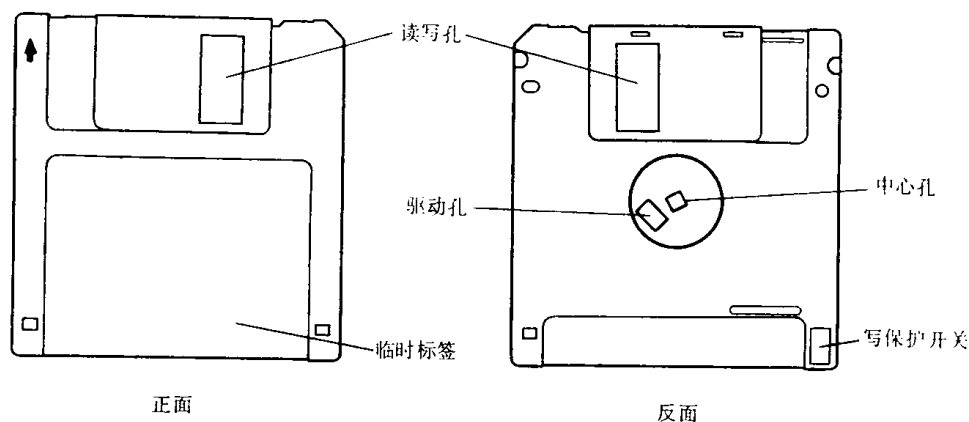

图 1-3 3.5in 软盘片外形图
3. 5in 软盘片外形如图 1-3 所示。从图上可以看出,它与 5. 25in 软盘片有些不同,除存储密度比 5. 25in 高之外,在外形上也有很大改进。一是尺寸减小,二是保护外套加厚和牢固,所以整个厚度比 5. 25in 的厚了许多,三是写保护改为开关式的,使用更加方便,当开关合上时为读,当开关打开时(孔开口)为写保护,正好与 5. 25in 的相反,四是软盘片在保护外套的里边,读写窗口当插入软盘中才打开,不象 5. 25in 的平时也露在外边。